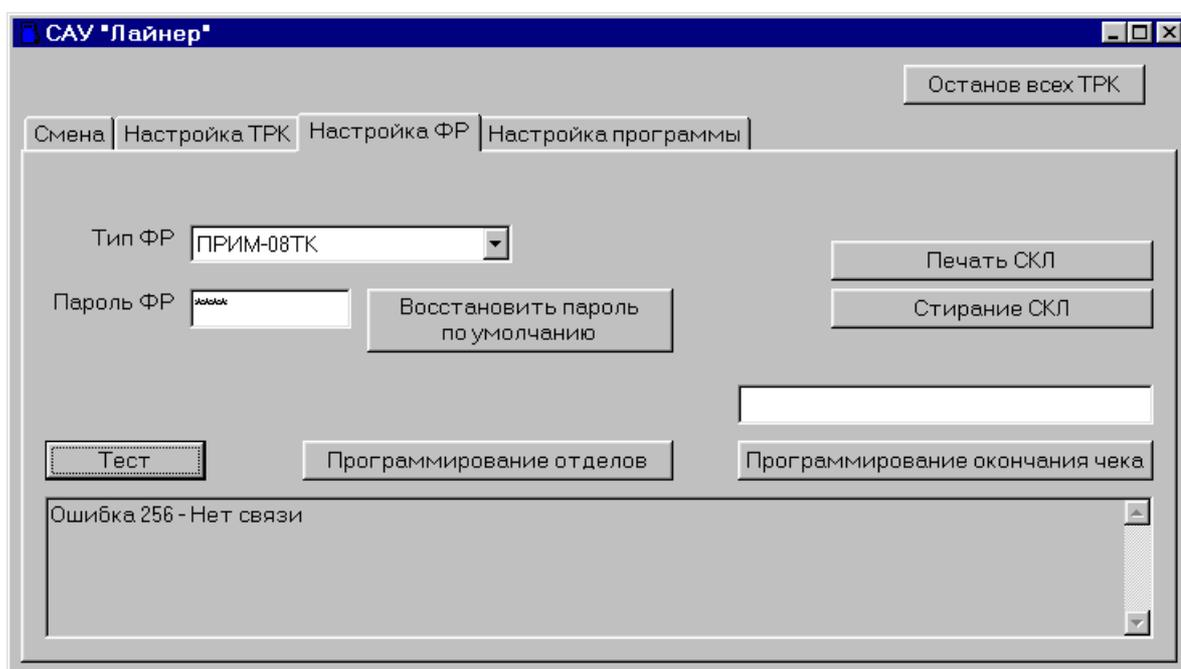

Рис. 5.5. Вид экрана настройки ФР. Проверка наличия связи.
5.5.1. Настройка ФР требуется при первом запуске и при изменении ранее запрограммированных значений. При первом запуске требуется выбрать тип ФР, проверить наличие связи и запрограммировать отделы, если это требуется для выбранного типа ФР. Вид экрана режима приведен на рис. 5.5.